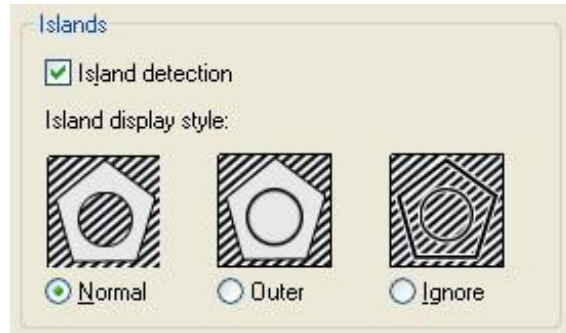

Figura 2.55. Detección de Islas.
**Islands.** Si damos *clik* sobre el botón con la flecha (↗) en la esquina inferior derecha de la ventana, podemos visualizar las opciones avanzadas del comando. En esta ficha se puede seleccionar el estilo de detección de las islas, como se muestra en la figura 2.55.